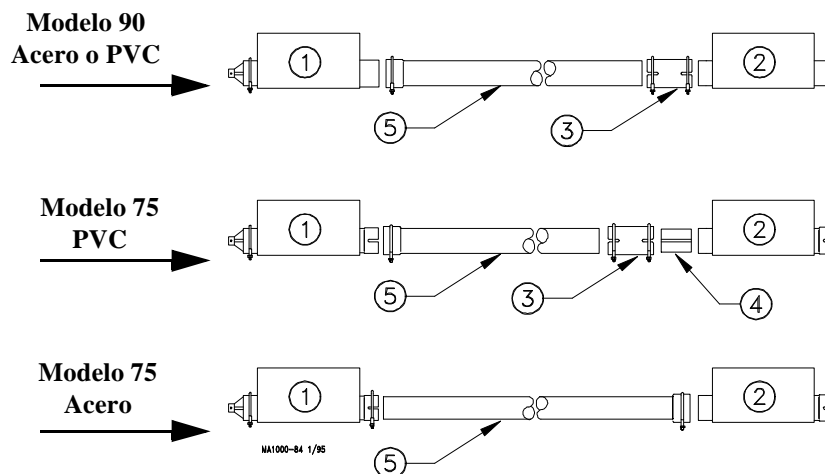

Figura 27. Conexiones para botas con salida recta para instalación tándem Modelos 75 y 90 (vista lateral)
2. Medir y cortar un tubo (tubos) del sinfín para conectar las dos botas. Ver la Figura 27.
Para los sistemas FLEX-AUGER Modelo 90, el extremo acampanado del tubo del sinfín encaja directamente en el extremo de salida de la bota con salida recta. El extremo recto del tubo del sinfín se conecta al extremo entrante de la bota con salida recta. Ver la Figura 27.